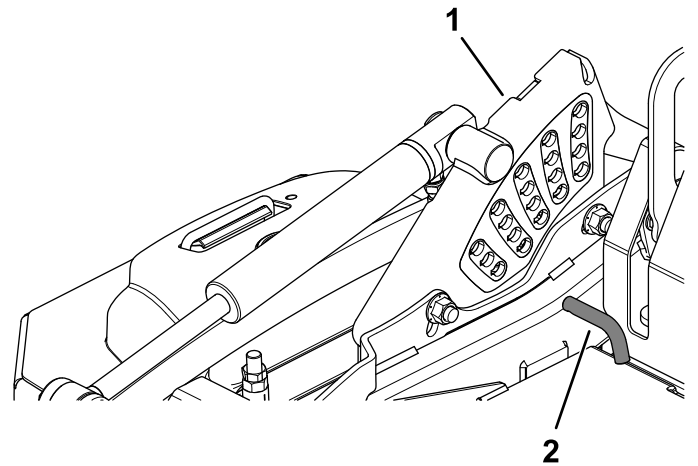

Figura 25
2. Girate il perno dell'altezza di taglio fin quando il perno interno non è allineato con gli intagli presenti nei fori della staffa dell'altezza di taglio, e toglietelo (Figura 25).
3. Inserite il perno dell'altezza di taglio nel foro corrispondente all'altezza di taglio desiderata (Figura 25).
Fate riferimento all'adesivo situato sulla parte laterale della piastra di sollevamento del piatto di taglio per le altezze di taglio (Figura 25).